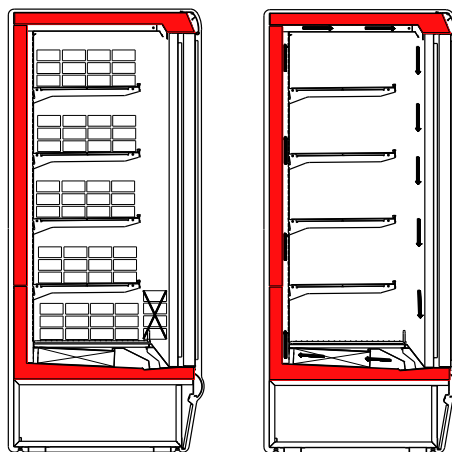

Fig. 14
- Non ostruire le feritoie di distribuzione del freddo che garantiscono il corretto flusso dell'aria (FIG. 14)